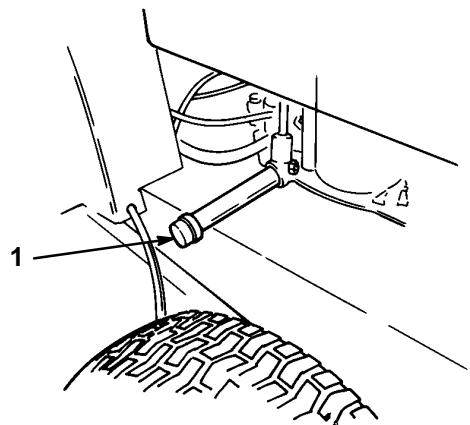

Figure 17
3. Placer un bac de vidange sous l'ouverture de vidange (Fig. 17). Retirer le bouchon de vidange et laisser toute l'huile s'écouler dans le bac. Replacer le bouchon quand l'huile a fini de couler.